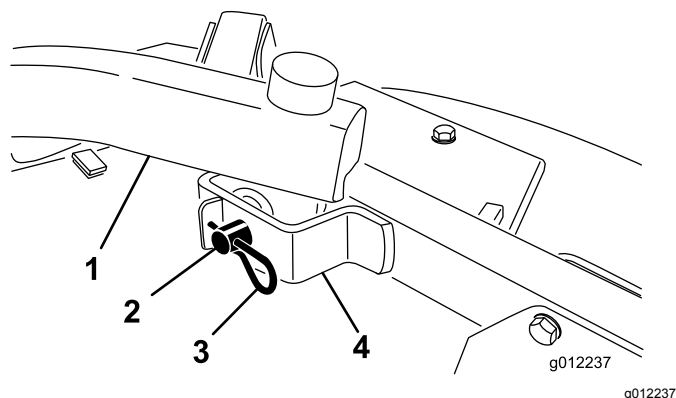

Figura 22
4. Retire las chavetas y los pasadores de horquilla que fijan los brazos de elevación a los soportes de los brazos de las ruedas giratorias (Figura 22).